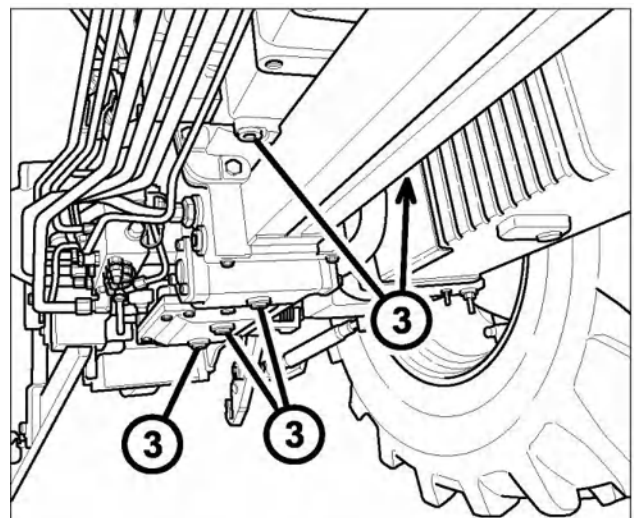

Рис. 7-62
3. Установите емкости под сливные пробки (3 — рис. 7-62) корпуса заднего моста и коробки передач.